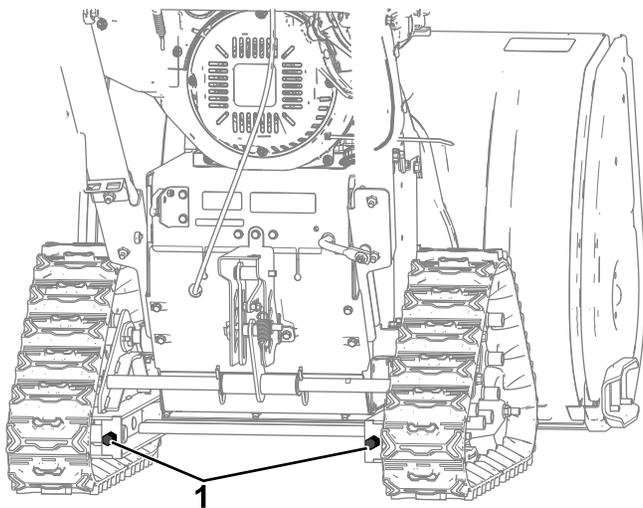

Figura 27
- B. Regolate il bullone a testa esagonale come necessario (Figura 27).